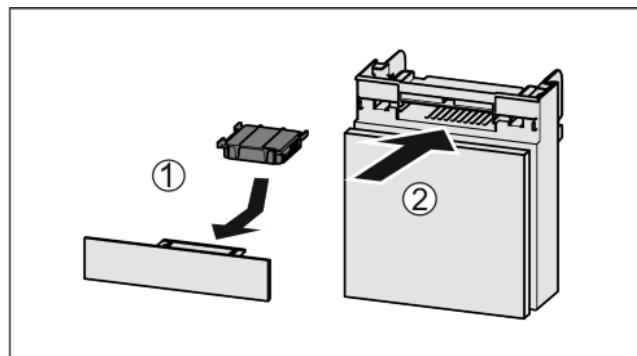

Fig. 34
- ▶ Actiefkoolfilter overeenkomstig afbeelding aanbrengen Fig. 34 (1).
- ▶ Lade erin schuiven Fig. 34 (2).